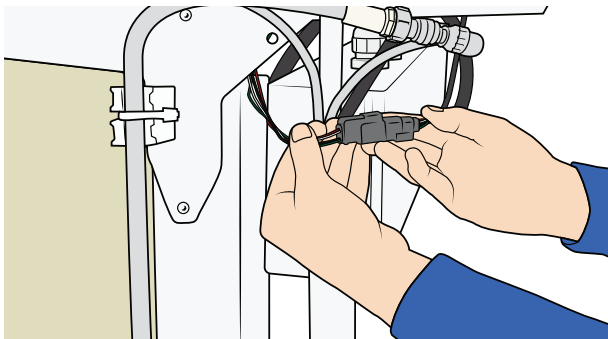

Figure 88
27. Débranchez avec précaution le connecteur du système de pesée. Voir Figure 88.